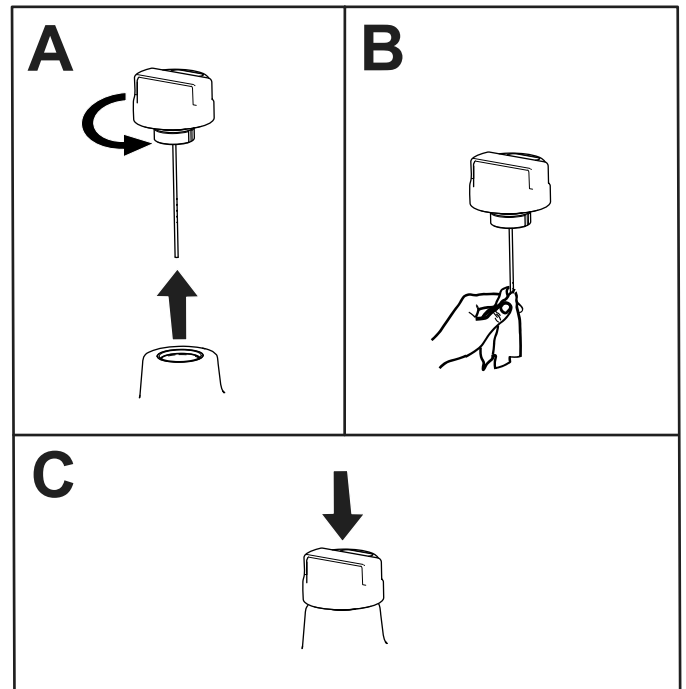

Bild 59
3. Entfernen Sie den Peilstabdeckel aus dem Hydraulikölbehälter und wischen Sie ihn mit einem sauberen Lappen ab (Bild 59).
4. Führen Sie den Peilstabdeckel in den Hydraulikölbehälter ein (Bild 59).